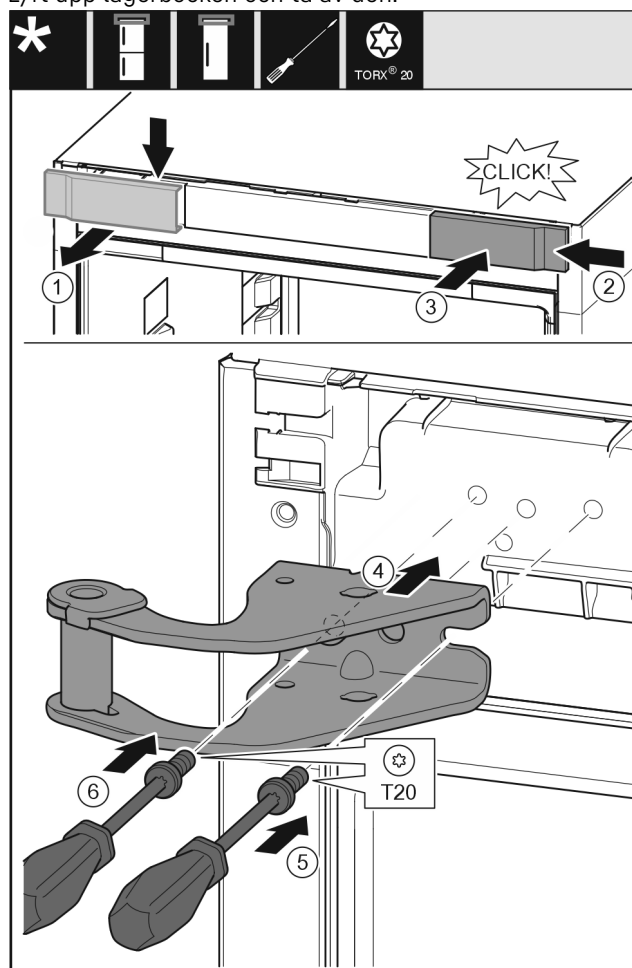

Fig. 14
- Ta av skyddet genom att dra det uppåt och framåt. Fig. 14 (1)
- Vrid skyddet 180° och haka i det på andra sidan från höger. Fig. 14 (2)
- Tryck fast skyddet. Fig. 14 (3)
- Sätt på den övre lagerbocken. Fig. 14 (4)
- Sätt i och dra åt skruven med skruvmejsel T20. Fig. 14 (5)
- Sätt i och dra åt skruven med skruvmejsel T20. Fig. 14 (6)